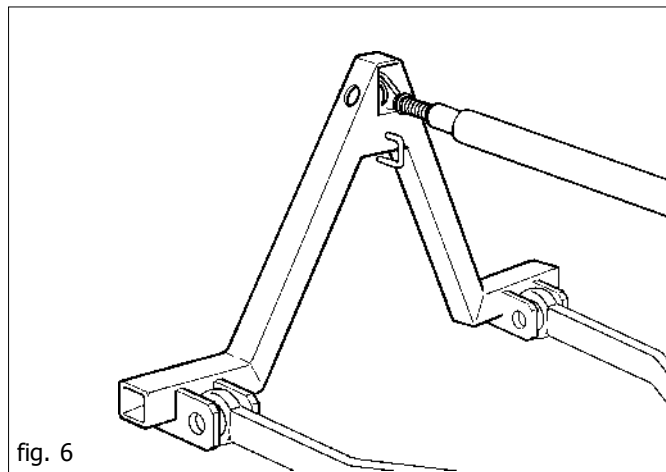

fig. 6
- 1) Le tracteur doit disposer d'un attelage frontal pour relevage à trois points, sur lequel il faut monter l'attelage triangle (Fig. 6)